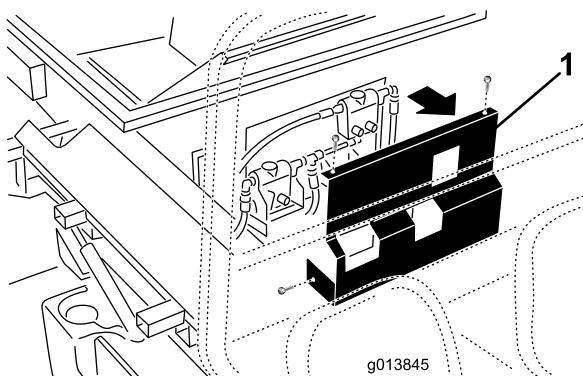

Figura 13
10. Na versão SH (modelo 44701) retire os fixadores que prendem a tampa à parte da frente da máquina e guarde a tampa (Figura 13).